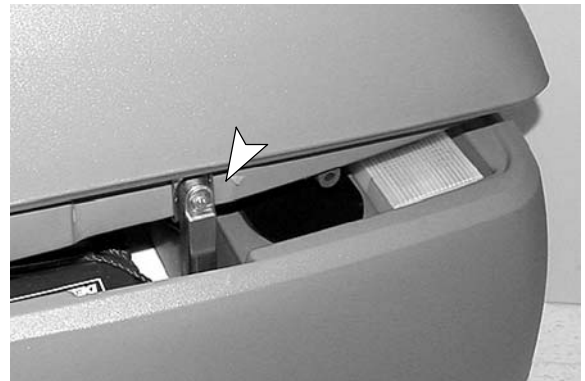

FIG. 34
- Posez le réservoir de récupération sur la béquille de support, afin de faciliter la ventilation durant la mise en charge (Figure 34).